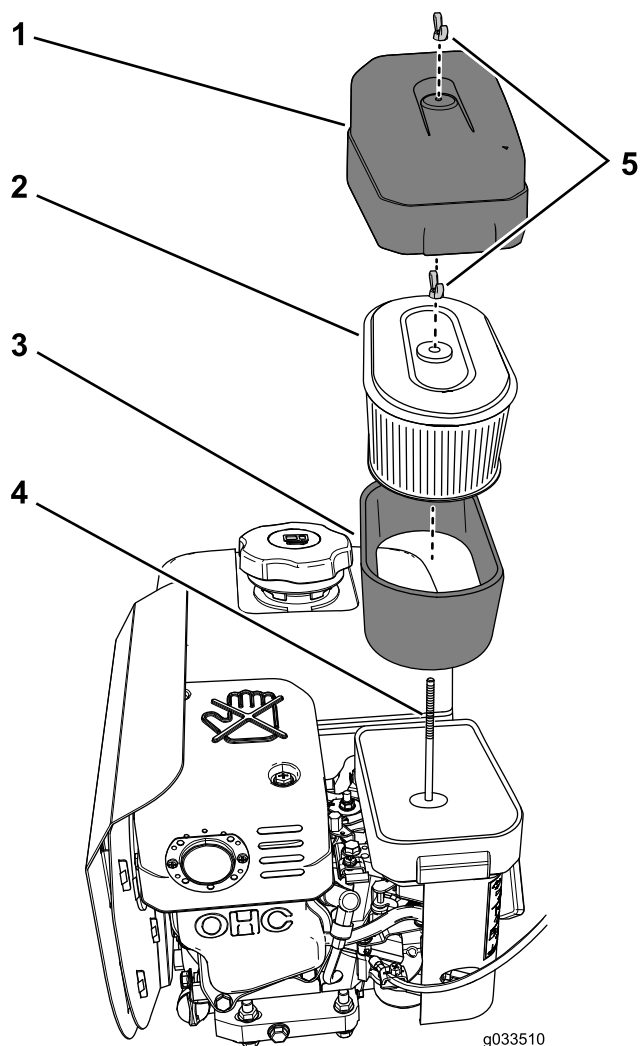

図 6
2. エンジン内部に汚れが落ちないように、まず、エアクリーナカバーの周囲をきれいに清掃する **図 6**。
3. エアクリーナカバーの蝶ナットを左に回して取ってエアクリーナカバーを外す **図 6**。
4. スポンジエレメントとペーパーエレメントを固定している蝶ナットを左に回して、これらのエレメントを固定ロッドから外す **図 6**。
5. ペーパーエレメントからスポンジエレメントを注意深く外す **図 6**。
1. エレメントに破れや油汚れ、傷がないか点検する **図 6**。
1. ペーパーエレメントに、注意深くスポンジエレメントを取り付ける **図 6**。
2. ペーパーエレメントの上部プレートについている穴をキャブレターのロッドに合わせて入れる **図 6**。
3. 蝶ナットでフィルタをキャブレターに固定する蝶ナット **図 6**はステップ4 **スポンジエレメントとペーパーエレメントの取り外し** (ページ 6)で外したものを使用する。
4. エアクリーナカバーについている穴を取り付けロッド **図 6**に合わせてカバーをロッドに取り付け、ステップ3 **スポンジエレメントとペーパーエレメントの取り外し** (ページ 6)で外した蝶ナットで固定する。